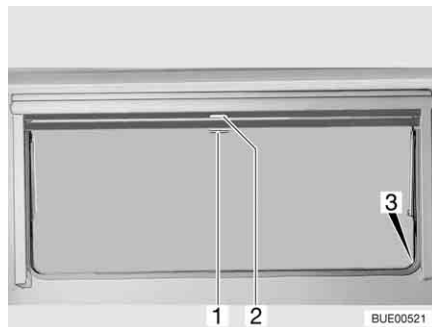

Bild 11 Ausstellfenster
- Verdunklungsrollo am Griff (Bild 11,2) nach unten ziehen. Wenn das Verdunklungsrollo ganz geschlossen wird, das Verdunklungsrollo auf beiden Seiten am Fensterrahmen in die Arretierung (Bild 11,3) einhängen.
- Wenn das Verdunklungsrollo vollständig geschlossen ist: Den Griff (Bild 11,2) nach unten drücken und den Griff dabei leicht nach innen ziehen. Das Verdunklungsrollo aus den Arretierungen links und rechts am Fensterrahmen aushängen.
- Wenn sich das Verdunklungsrollo in Zwischenposition befindet: Den Griff (Bild 11,2) leicht nach unten ziehen, bis sich die Arretierung gelöst hat.
Schließen: ■ Insektenschutzrollo am Griff (Bild 11,1) nach unten ziehen und auf beiden Seiten am Fensterrahmen in die Arretierung (Bild 11,3) einhängen.
Öffnen: ■ Griff (Bild 11,1) nach unten drücken und den Griff dabei leicht nach innen ziehen. Das Insektenschutzrollo aus den Arretierungen links und rechts am Fensterrahmen aushängen.